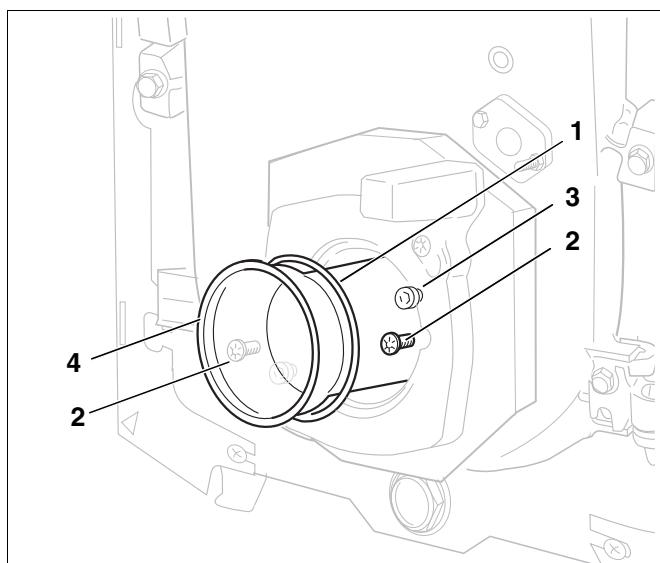

Рис. 30 Замена трубы горелки и проверка плотности
- Открутить оба крепежных винта (Рис. 30, **поз. 2**).
- Установить новую трубу (Рис. 30, **поз. 4**) и кольцо (Рис. 30, **поз. 1**).
- Надеть горелку на оба болта на фланце (Рис. 30, **поз. 3**).
- Повернуть влево до упора и затянуть крепежные болты (Рис. 30, **поз. 2**).